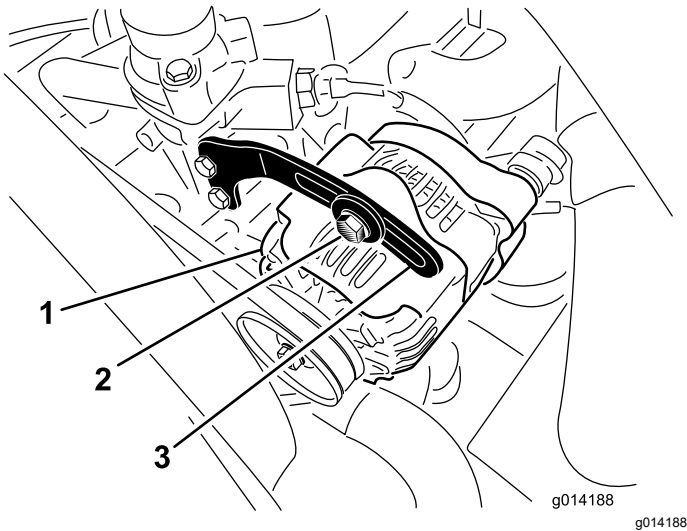

Рисунок 47
2. Проверьте натяжение ремня генератора, надавив на него (Рисунок 47) посередине между шкивами генератора и коленчатого вала с усилием 10 кг.
3. Ослабьте болт крепления скобы к генератору (Рисунок 47) и шарнирный болт генератора.